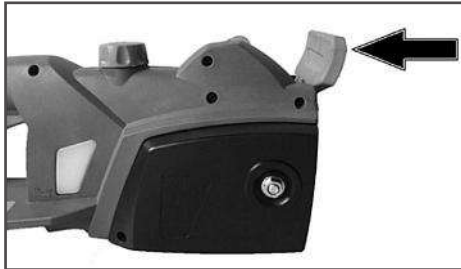

Рис. 2 Отключение тормоза цепи
1. Отключите тормоз цепи, потянув ручку тормоза на «себя» до щелчка (Рис. 2).